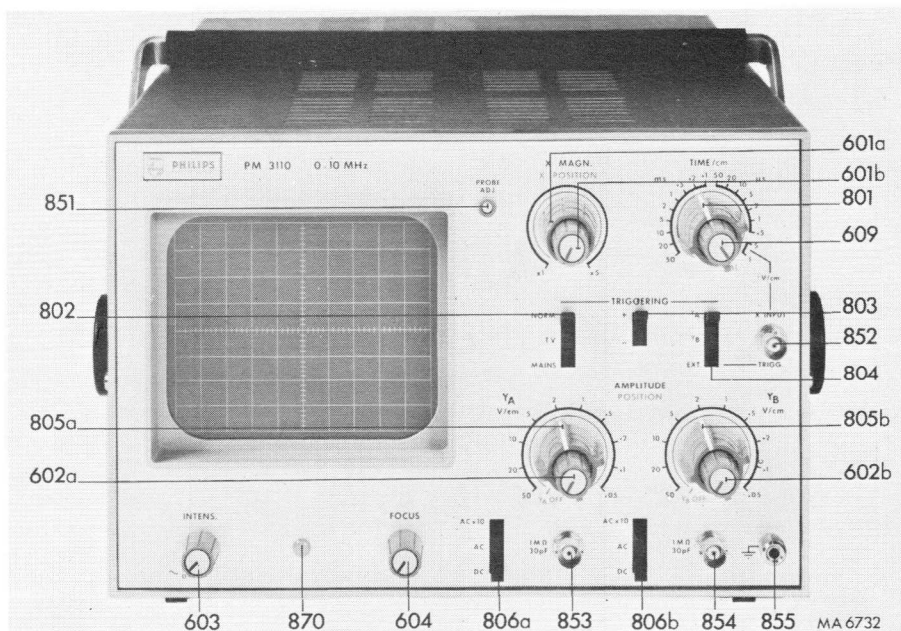

Fig. 5. Bedieningsorganen
2.2. AANSLUITINGEN EN BEDIENINGSORGANEN (Fig. 5)